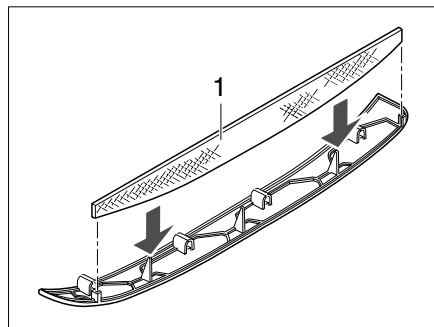
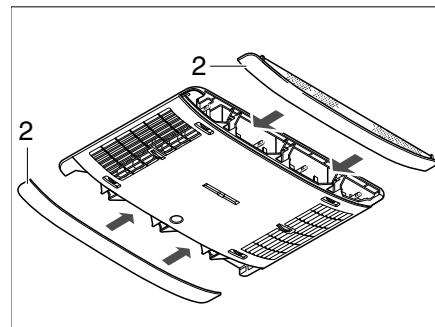

Fig. 377 Filtro di lanugine impianto di climatizzazione
Fig. 378 Pannelli impianto di climatizzazione
Nei pannelli laterali (Fig. 378,2) si trovano due filtri della lanugine. I filtri della lanugine devono essere sottoposti a pulizia e, se necessario, a una sostituzione a intervalli regolari, comunque almeno ogni 6 mesi.
- Estrarre i pannelli (Fig. 378,2) dal distributore dell'aria e pulire i filtri della lanugine (Fig. 377,1) o, se necessario, sostituirli.